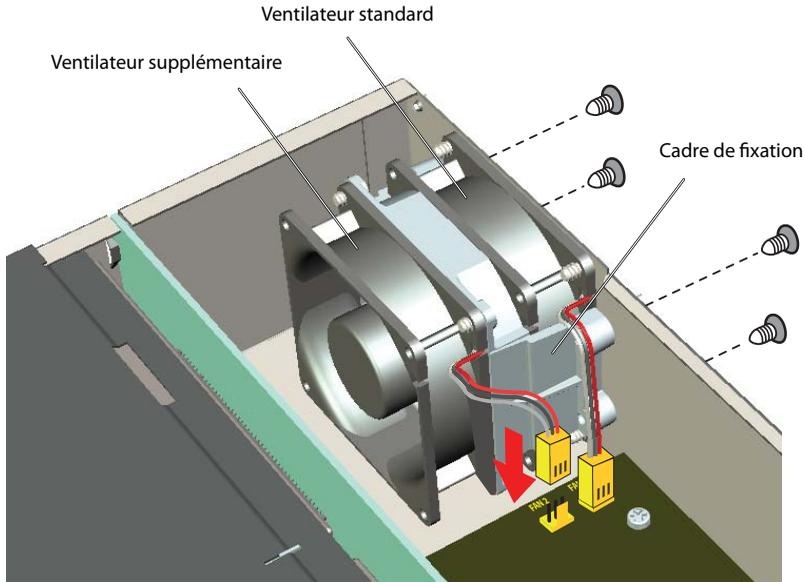

Fig. 19 Montage du ventilateur supplémentaire dans l'Mitel 470
4. Montez avec les 4 vis fournies le cadre de fixation avec le ventilateur supplémentaire à la paroi arrière du serveur de communication (voir Fig. 19).